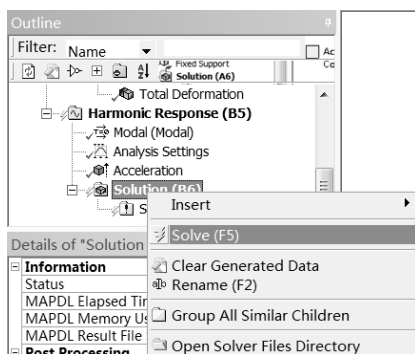

图 7-11 求解
Step6：在 Outline（分析树）中的 Harmonic Response（B5）选项上右击，在弹出的快捷菜单中选择 Solve 命令，此时会弹出进度显示条，表示正在求解，当求解完成后进度条自动消失，如图 7-11 所示。